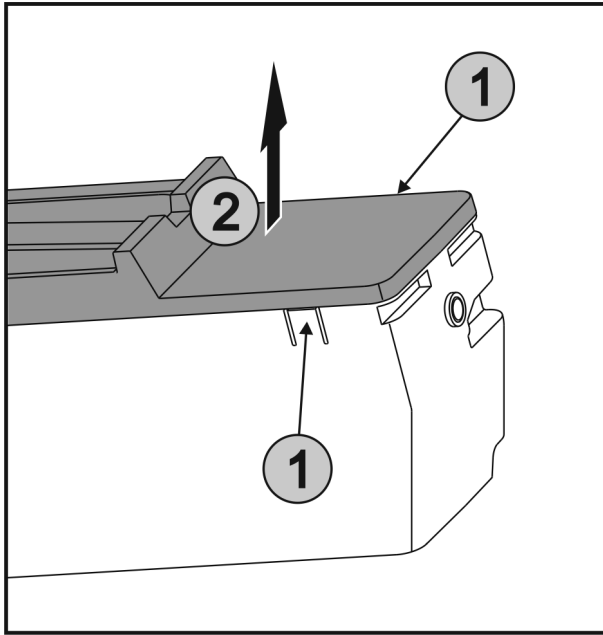

Fig. 38
- ▶ Lippen Fig. 38 (1) aan beide zijden van EasyTwist-Ice gelijktijdig indrukken en de afdekking Fig. 38 (2) omhoog verwijderen.